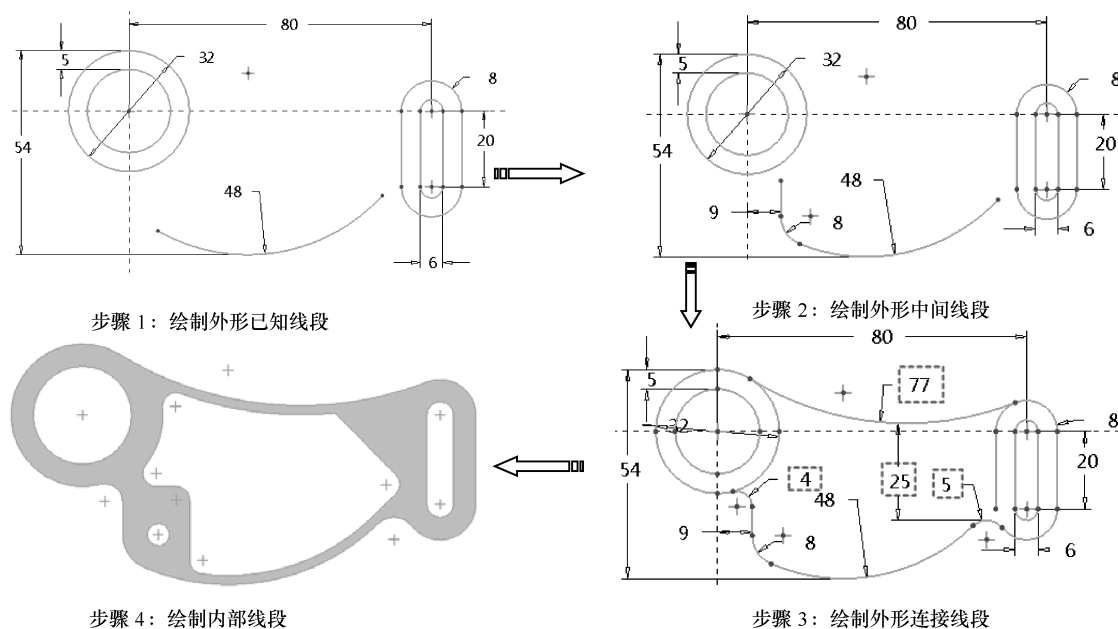

图 2-73 作图顺序图解
- (1) 参数：A = 54, B = 80, C = 77, D = 48, E = 25。
- (2) 此图形结构比较特殊，许多尺寸没有直接给出，需要经过分析得到，否则容易出错。
- (3) 图形的内部有一个完整的封闭环，这部分图形也是一个完整图形，但这个内部图形的定位尺寸参考均来自于外部图形中的【连接线段】和【中间线段】，所以绘图顺序是先绘制外部图形，再绘制内部图形。
- (4) 绘制的参考基准中心位于 $\varnothing 32$  圆的圆心，从标注的定位尺寸可以看出。作图顺序的图解如图 2-73 所示。